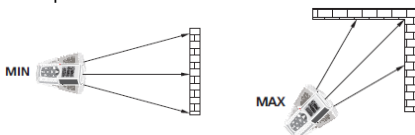

Fig. 3: Ejemplos de medida continua de la distancia
- Los valores mínimo y máximo de la distancia se muestran en las pantallas parciales mientras que la medida que continúa de forma dinámica desplazando el instrumento (vea Fig. 3) se muestra en la pantalla resultante